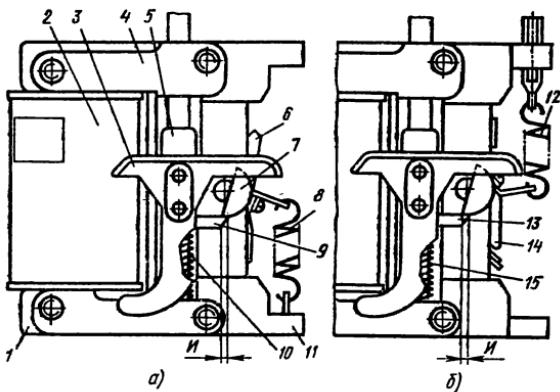

Рис. 25. Расцепители автомата «Электрон»:
**Независимый максимальный расцепитель выключателя «Электрон» (унифицированный).** Расцепитель (рис. 25, а) имеет изоляционный корпус 1, катушку 2, ярмо, на котором закреплена катушка, два сердечника, между которыми находится подвижное ярмо 6, валик 7, толкатель 5, упор толкателя 9, пружина 8, связанная с ярмом 11, скоба 3, пружина толкателя 10, пластина 4. У расцепителя в исходном положении ярмо 6 оттянуто пружиной 8 и к сердечнику не прилегает. При подаче напряжения на катушку расце-
**Расцепитель минимального напряжения выключателя «Электрон».** Расцепитель имеет ярмо 14 (рис. 25, б), которое в исходном положении притянуто к сердечникам, так как катушка 2 находится под напряжением, будучи подключена к выводам со стороны питания. При снижении напряжения в защищаемой цепи до 0,7 номинальной величины пружина 12 оттягивает ярмо от сердечника, освобождает упор толкателя 13 путем поворота валика. Толкатель при перемещении вверх под действием пружины 15 выключает выключатель. Необходимо проверять зацепление *И*, которое должно быть в пределах 0,7—1 мм.
зацепление  $I$  упора 9 толкателя за валик 7 мало — необходимо установить зацепление 0,7—1,0 мм (рис. 25, б);